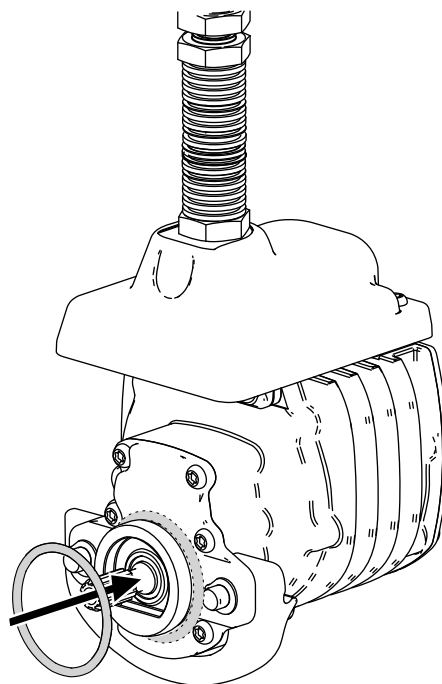

図 9
3. 各リールモータに、 図 9 のようにOリングを取り付ける。